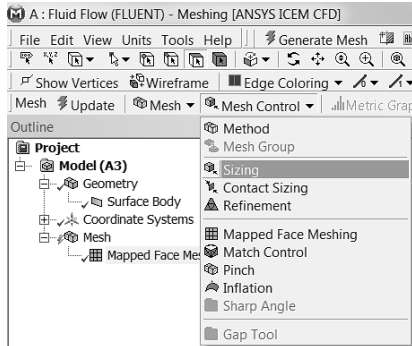

Рис. 1.24
- 1) Желаемая сетка имеет заданное число разбиений вдоль радиального и осевого направлений. Для задания определенного числа разбиений следует использовать Edge Sizing. Сначала зададим число разбиений вдоль осевого направления. Для этого кликаем Mesh Control > Sizing как показано ниже, рис. 1.24. Панель Details of “Sizing” принимает вид, рис. 1. 25.